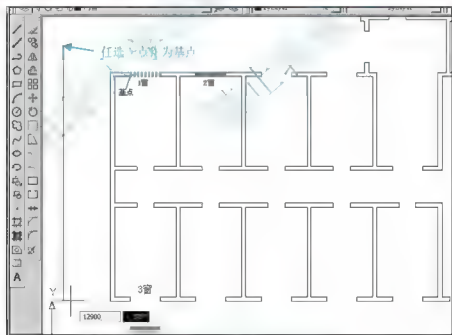

图 2.85 靠距离定位复制门窗
(1) 单击【修改】工具栏上的【复制】图标, 启动【复制】命令。
(2) 在【选择对象】: 提示下, 选择1窗作为被复制的对象, 并按Enter键进入下一步命令。
(3) 在【指定基点或[位移(D)] <位移>: 提示下, 在绘图区任意单击一点作为复制基点。
(4) 在【指定基点或[位移(D)] <位移>: 指定第二个点或<使用第一个点作为位移>: 提示下, 打开【正交】功能, 将光标垂直向下拖动, 输入“12900”(该值为A轴线与D轴线之间的距离), 如图2.85所示, 然后按Enter键。